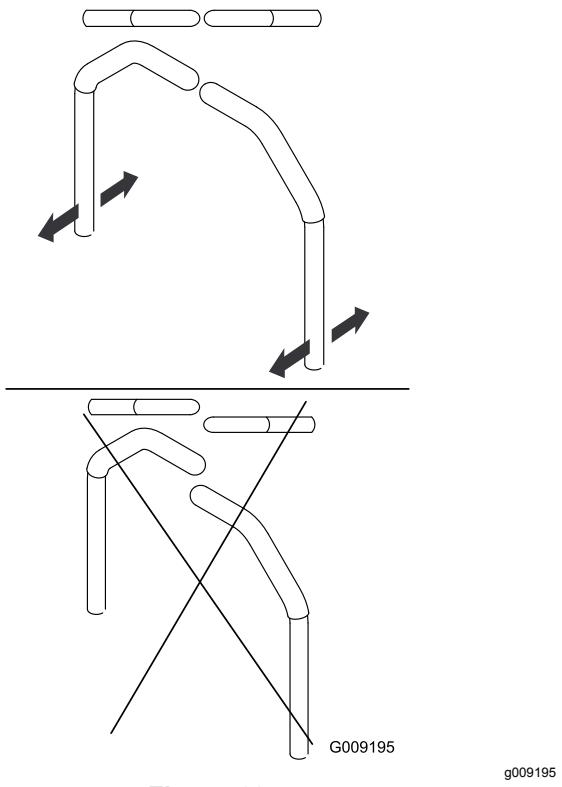

Figura 60
3. Ajuste la posición delante/detrás de las palancas acercándolas a la posición de punto muerto y deslizándolas hasta que queden alineadas (Figura 60).